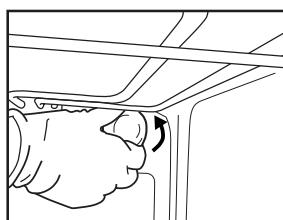
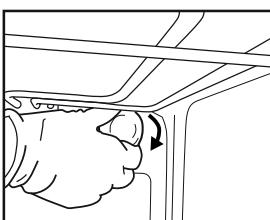

Рис. 6
Рис. 7.
2. Викрутіть плафон (рис. 6), замініть лампочку (див. примітку щодо типу ламп) і закрутіть плафон назад (рис. 7).